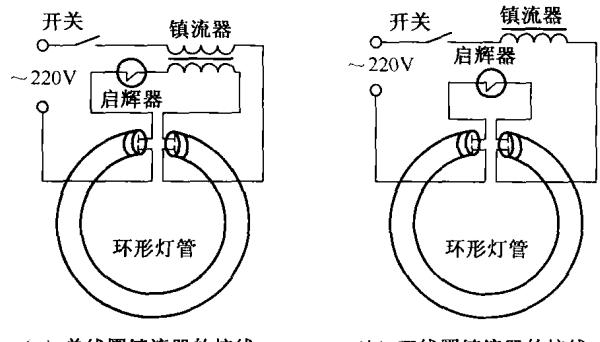

图 1-8 环形荧光灯的接线
a. 环形荧光灯。环形荧光灯的灯管制成圆环形，由于它可以配用各种造型美观的灯具，不仅有良好的照明效果，还具有很好的装饰性，适合于一般住宅、办公室、宾馆、饭店等场所照明，应用十分广泛。环形荧光灯的工作原理及接线与普通直管形荧光灯相同，如图 1-8 所示。环形荧光灯需配用专用灯管插座，一般与灯管成套出售。